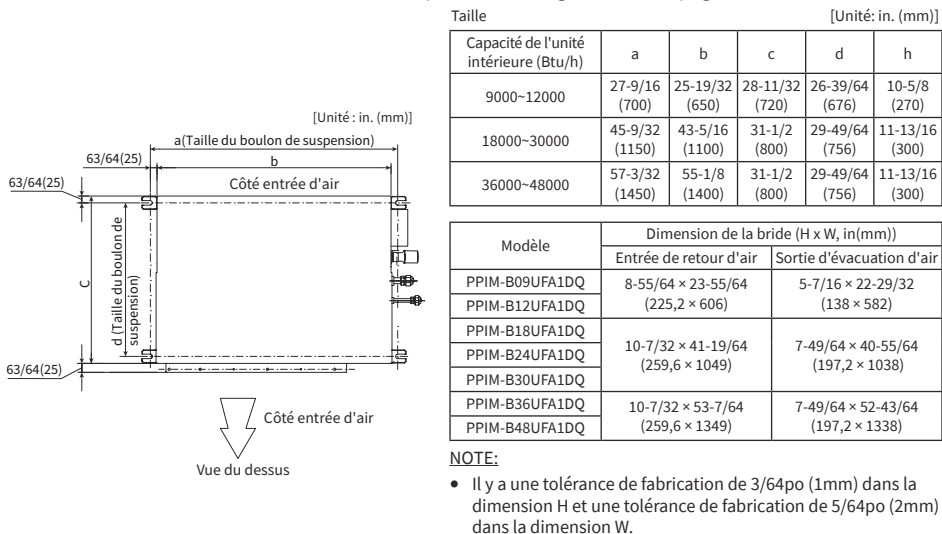

Figure 4.3 Boulons de suspension
- Les dimensions de l'installation sont indiquées dans la figure 4.3 de la page suivante.